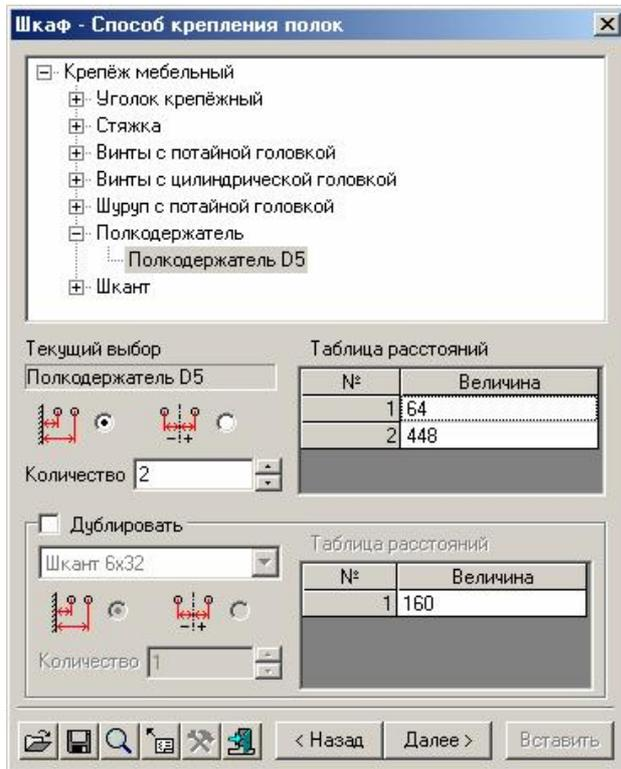
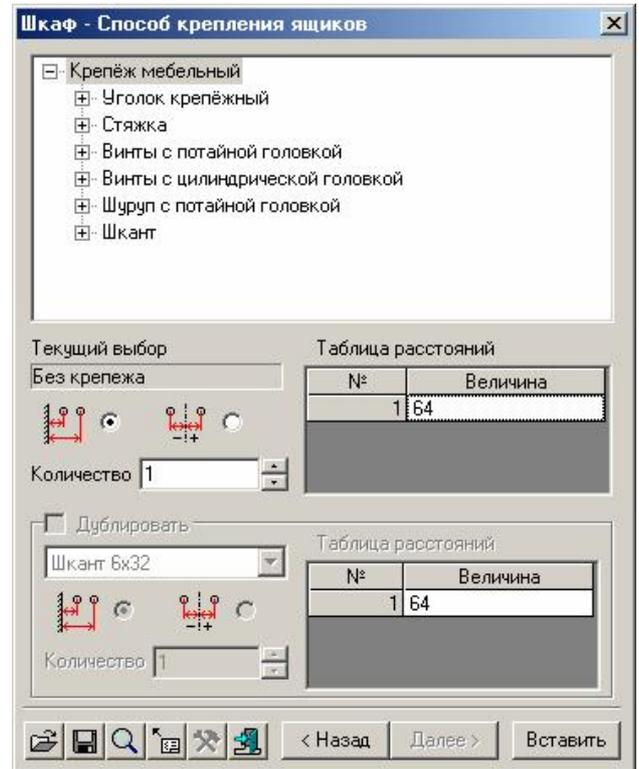

Рис. 129 Диалоговое окно выбора крепежных элементов для полок
Рис. 130 Диалоговое окно выбора крепежных элементов для ящиков
Аналогичным образом можно задать крепеж для полок (рис. 129) и выдвижных ящиков (рис. 130). В последнем случае выбран вариант *Без крепежа*, поскольку предполагается использовать ящики уже поступающие в собранном виде (возможно, готовые покупные изделия). Более подробно операции по выбору крепежных элементов в конструкции шкафа описаны в п. 2.6.
После того, как все параметры, необходимые для построения модели изделия, заданы, становится доступной кнопка *Вставить* (рис. 130), которая ранее была неактивна. При щелчке мышью на этой кнопке выполняется переход в окно редактирования *bCAD*, в котором можно наблюдать процесс построения графического изображения модели проектируемого шкафа. Затем, используя курсор мыши в виде зеленого перекрестья или диалоговое окно для задания координат точки вставки, можно указать местоположение модели в этом окне.
- При определении крепежных элементов в диалоговом окне **Шкаф - Способ крепления полок** (см. выше рис. 129) задать требуемое количество полкодержателей (3) и значения в таблице расстояний (64, 272 и 480 мм). После того как модель изделия сформирована, удалить лиш-